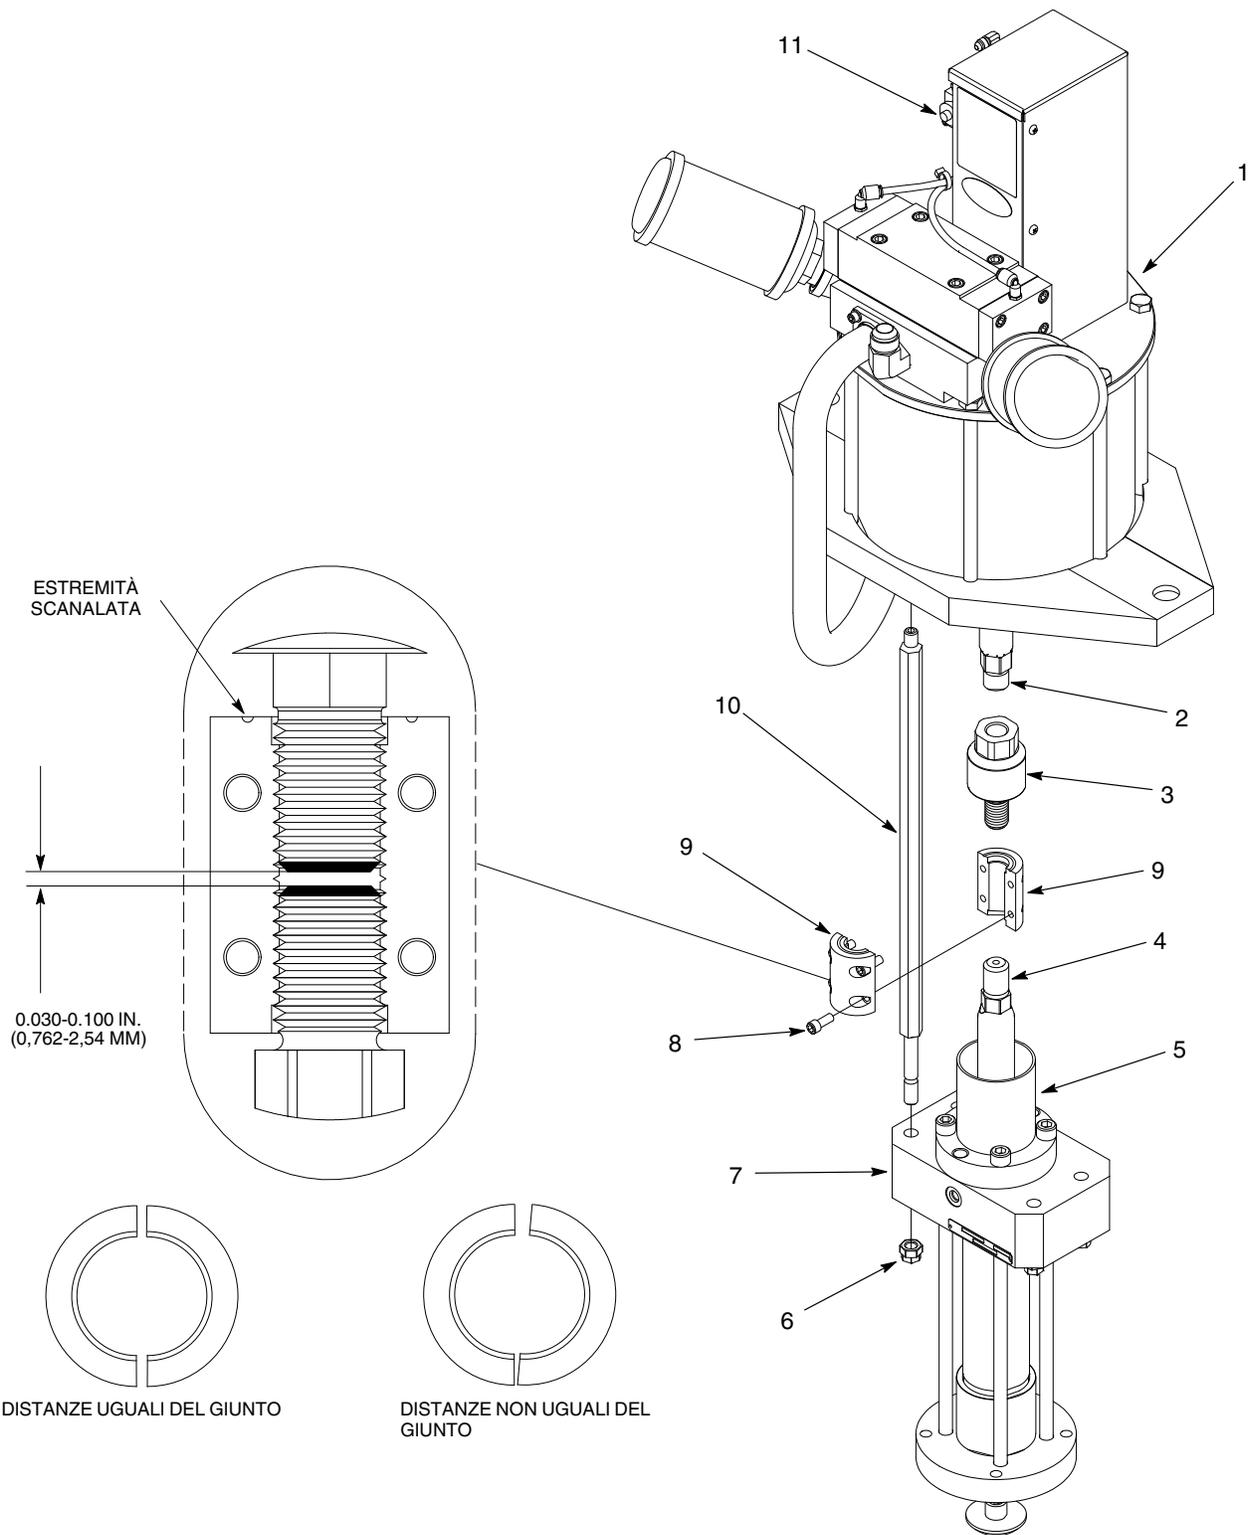

Figura 14 Assemblaggio della pompa
1. Vedi figura 14. Applicare adesivo frenafili sui filetti maschi dell'albero del motore ad aria (2). Montare l'albero flottante del giunto (3) sull'albero del motore ad aria e serrare a 200-220 ft-lb (272-298 N•m).
2. Montare le aste di collegamento (10) sul motore ad aria (1) e serrare a 60-65 ft-lb (81.5-88 N•m).
3. Montare la sezione idraulica (7) sulle aste di collegamento (10) usando i dadi (6). Serrare i dadi a 60-65 ft-lb (81.5-88 N•m).
4. Montare la camera del solvente (5) sulla sezione idraulica (7).
5. Se necessario, usare i meccanismi di intervento manuale (11) per far fare un ciclo di funzionamento al motore ad aria (1) e posizionare l'albero flottante (3) più vicino all'asta dello stantuffo (4).
- a. Centrare le due metà del giunto (9) tra gli elementi esagonali dei due alberi da accoppiare.
- c. Per regolare con precisione tale distanza, tenere fermo il giunto spaccato e girare l'albero del giunto flottante (3) usando una chiave da  $1^{5}/_{16}$  in.